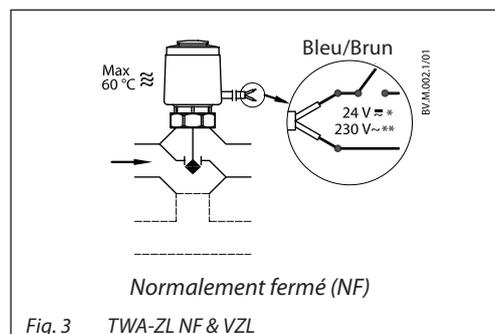

Fig. 3 TWA-ZL NF & VZL
- en état non excité, le passage A-AB de la vanne est fermé (fig.3)